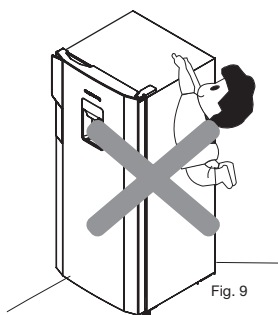

Fig. 9
- No permita que los niños se cuelguen del refrigerador o la puerta de este, pueden descuadrarlas, afectar el sello de la puerta y generar un mal desempeño del refrigerador. Siempre que se encuentren niños cerca deben estar vigilados ya que podrían resultar heridos o dañar el aparato. Ver Fig. 9